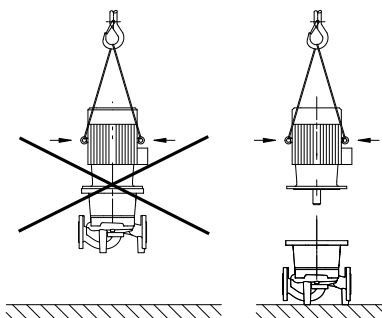

Fig. 35: Transport av motoren
- Transportløkkene på motoren er bare godkjent for transport av motoren, ikke hele pumpen (Fig. 35).